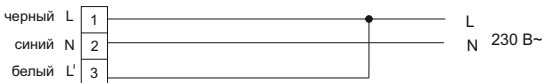

Рисунок 3
3.2.5.1 Постоянный аварийный режим работы (рисунок 3):
- фазный некоммутированный проводник сети – подключить к чёрному контактному зажиму (L);
- нейтральный проводник сети – подключить к синему зажиму (N).